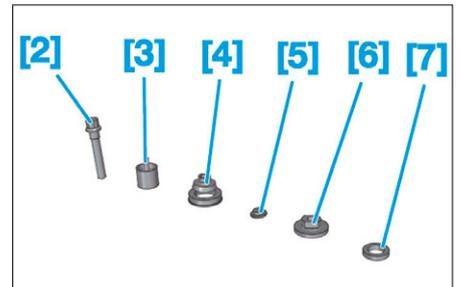

FIG. 36
- [2]. Vis (réf : 0621.C) (Fig.36).